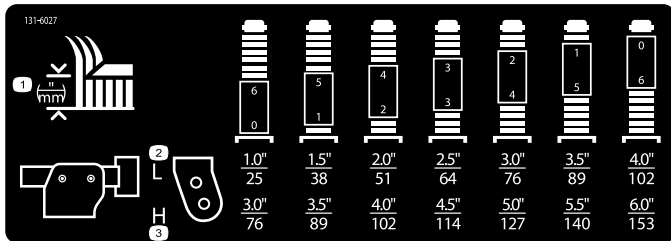

Figura 22
3. Posizionate gli assali delle ruote orientabili negli stessi fori di tutte le forcelle; fate riferimento al grafico (Figura 22) per determinare i fori corretti per l'impostazione dell'altezza di taglio.